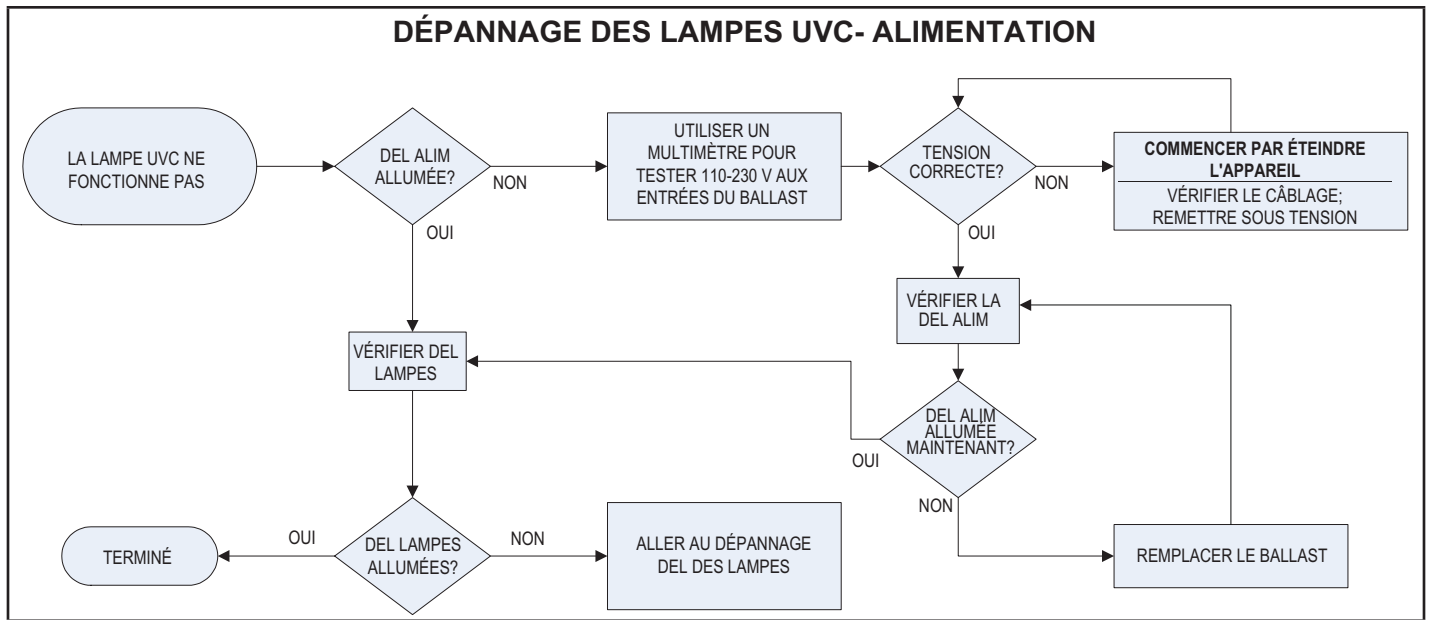
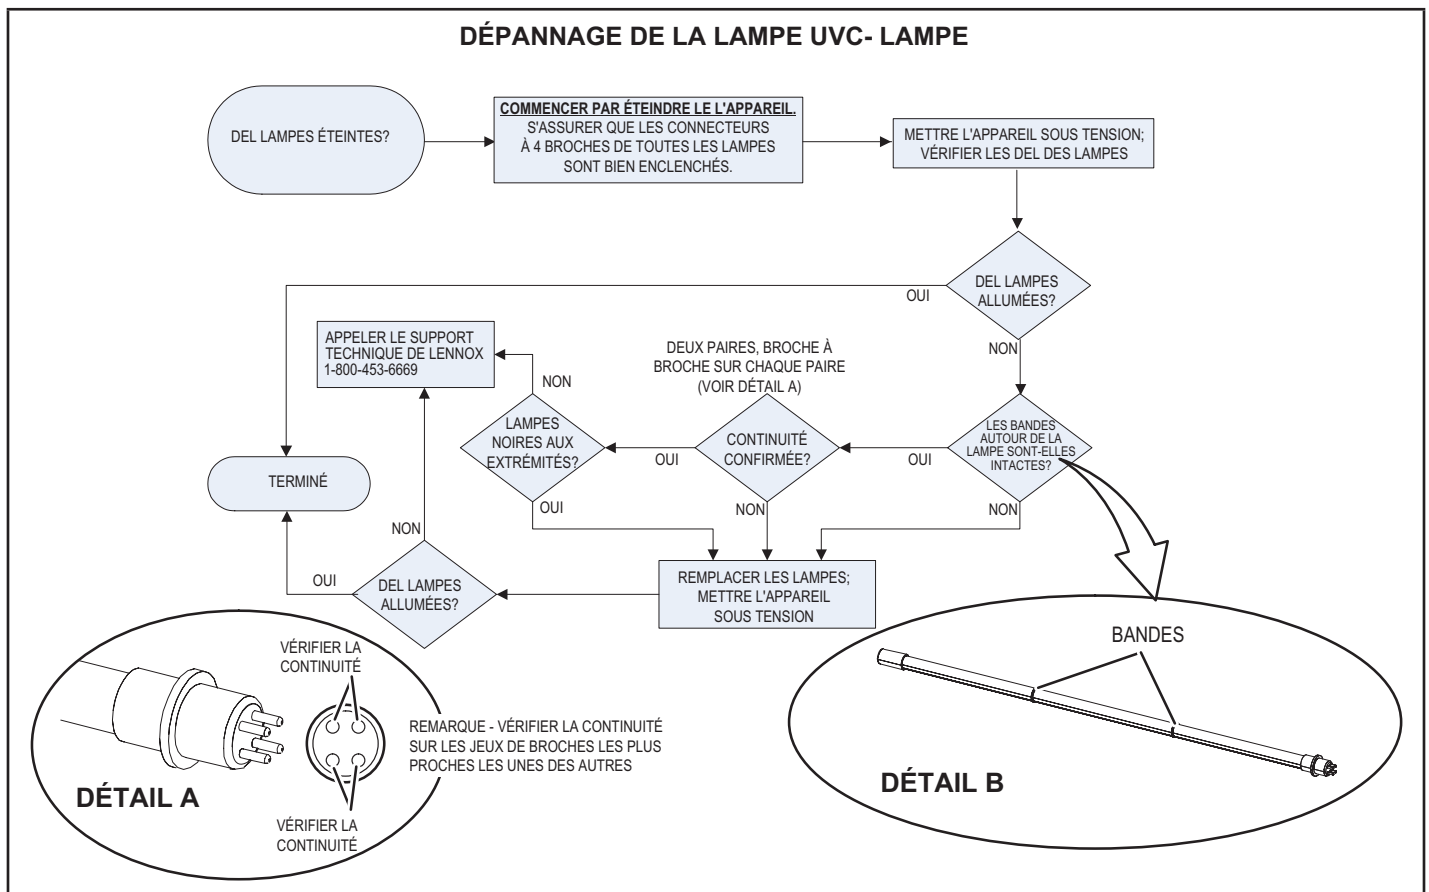

FIGURE 49
FIGURE 50
- 2 - Vérifiez la continuité électrique entre les broches de la lampe pour vérifier la continuité des filaments de la lampe (voir FIGURE 50).
Des tableaux de dépannage sont fournis pour aider à déterminer la cause des problèmes rencontrés FIGURE 49 et FIGURE 50).